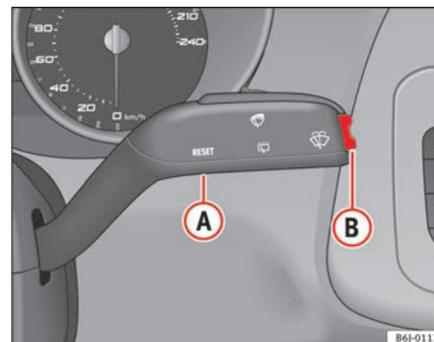

Fig. 32 Leva del tergicristallo: tasto A e tasto B
- Con il quadro acceso, premere il tasto ⇒ pag. 59, fig. 32 **A** posto sulla leva del tergicristallo: in questo modo si passa da una memoria all'altra.